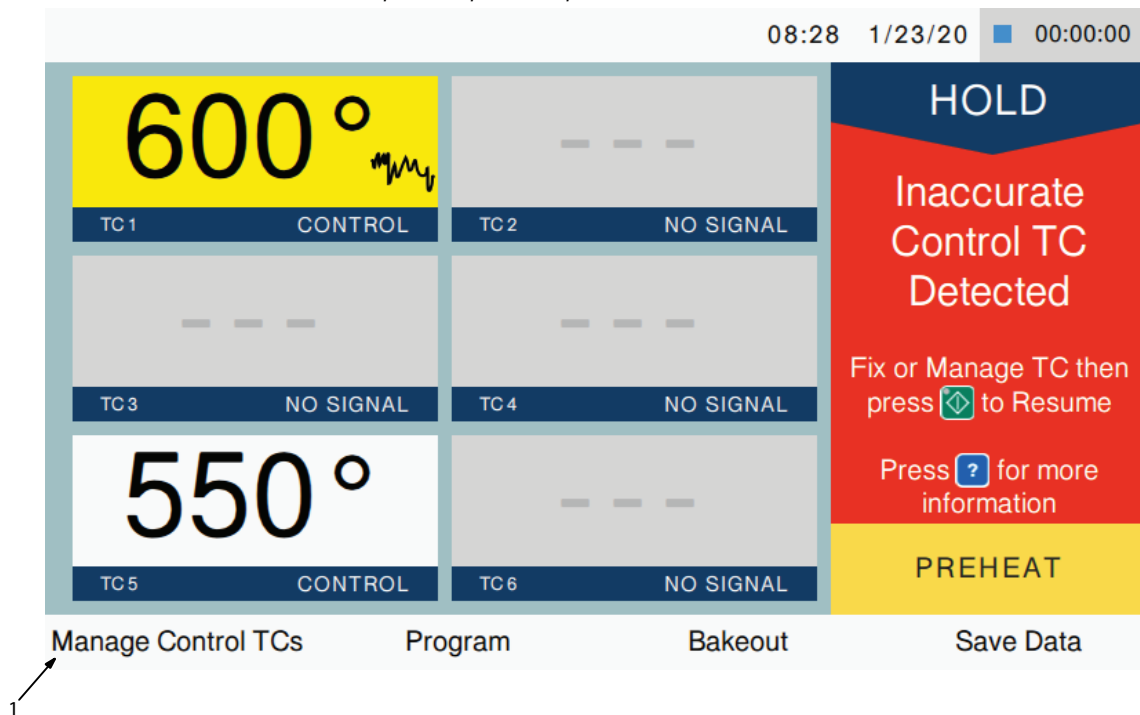

Figura 6-2. Schermata Ritenzione temperatura
- Se la TC più calda viene persa (aperta, indicata come difettosa tramite l'icona di stato), il sistema proseguirà il riscaldamento con le TC di controllo rimanenti. Se la TC più calda è più calda di -3,9 °C (25 °F) rispetto a qualsiasi altra TC di controllo e si apre, il sistema entrerà in uno stato di ritenzione, in cui il sistema preserverà la temperatura delle TC di controllo più calde rimanenti (vedere la Figura 6-2).